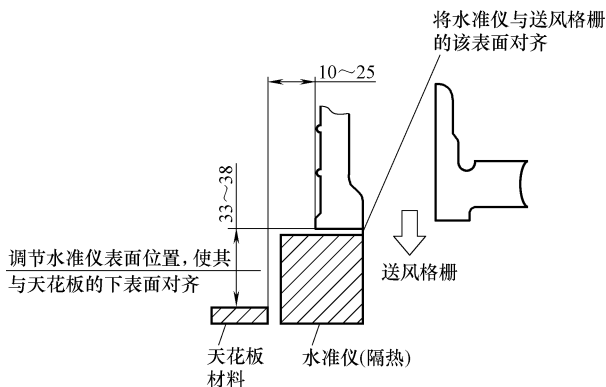

图 3-15 三菱四向嵌顶式室内机水平确认示意图
(2) 确认机器的安装水平度（图3-15） 注意如果空调机的安装水平度和天花板材料超出适当的范围，可能会导致在面板的安装过程中由于负荷过大而造成损坏。